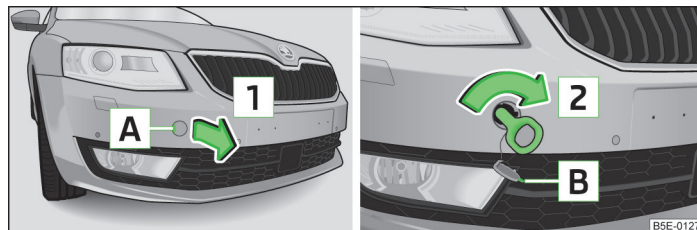

Fig. 205 Paraurti anteriore: smontaggio del cappuccio / montaggio dell'occhiello di traino
- ▶ Premere il cappuccio nell'area **A** » fig. 205.
- Avvitare l'occhiello di traino manualmente nella direzione indicata dalla freccia **2** » fig. 205 sino alla battuta » **1**.